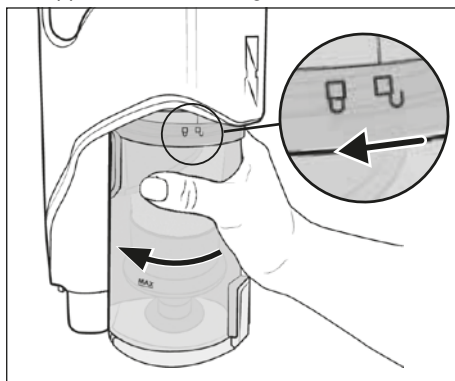

Fig. 16
- 1) Per rimuovere il contenitore della polvere **7** dall'apparecchio, ruotarlo in direzione del simbolo  (aprire), fino a quando non sarà possibile staccarlo dall'apparecchio (vedere fig. 16).